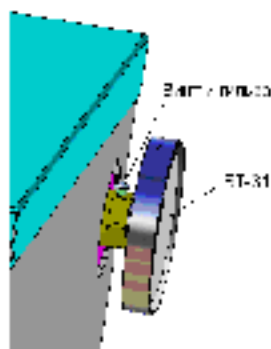

Рис. 7 Термометр для котлов КС-Т-11п и КС-Т-16п
5.3.2 На котлы КС-Т-11п и КС-Т-16п установить на боковую поверхность термометр БТ-31 (табл.2). С термометра БТ-31 снять винт М3 и гильзу (рис. 7). Резьбовую часть гильзы уплотнить лентой ФУМ завинтить в бобышку на котле. Термометр БТ-31 надеть на гильзу и закрепить винтом М3.